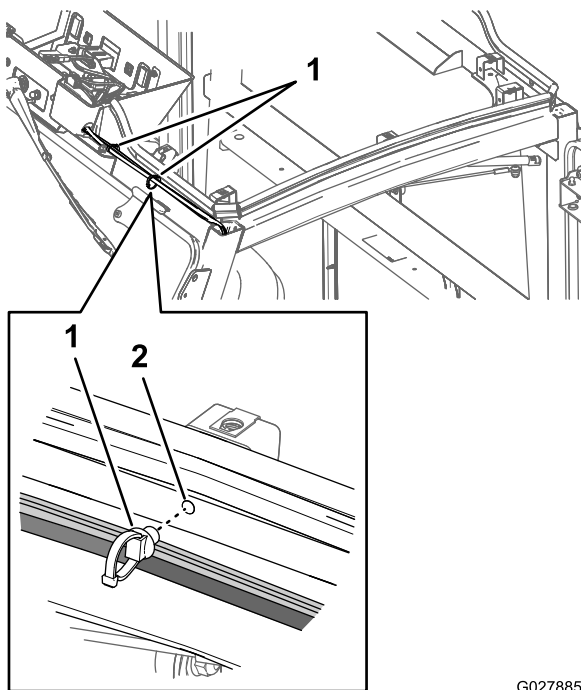

図 48
2. ステップ 1 図 47 と 図 48 でハーネス用クリップを取り外したところに、プッシュファスナー 2個を取り付ける。
3. プッシュファスナーのケーブルタイ部分を使用して、キャブ用ハーネス、ウォッシャーポンプ用ハーネス、ホースをまとめて固定する 図 48。